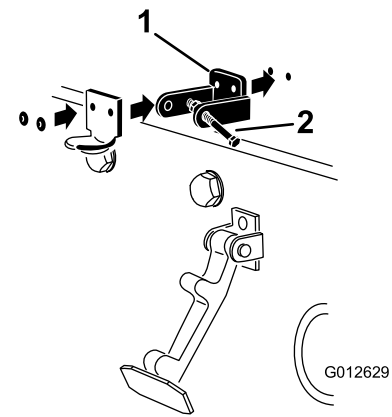

Bild 4
5. Nieten Sie die Halterungen und Scheiben an die Haube (Bild 4).
3. Fluchten Sie die Befestigungslöcher aus und positionieren Sie gleichzeitig die Halterung des CE-Riegels und des Motorhaubenriegels auf der Motorhaube. Die Riegelhalterung muss an der Haube anliegen (Bild 4). Nehmen Sie die Schraube und Mutter nicht vom Halterungsarm für den Riegel ab.